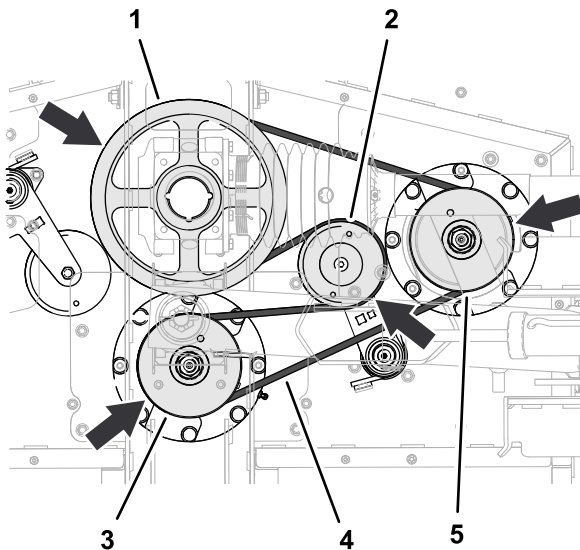

Bild 62
1. Führen Sie den langen Riemen um die Antriebsscheibe sowie um die obere Nut der Riemenscheibe der mittleren und rechten Spindel (Bild 62).
2. Drehen Sie den Riemenspanner mit einer Brechstange oder ähnlichem Werkzeug im Uhrzeigersinn und ziehen Sie den Riemen auf die Spanscheibe auf (Bild 62).